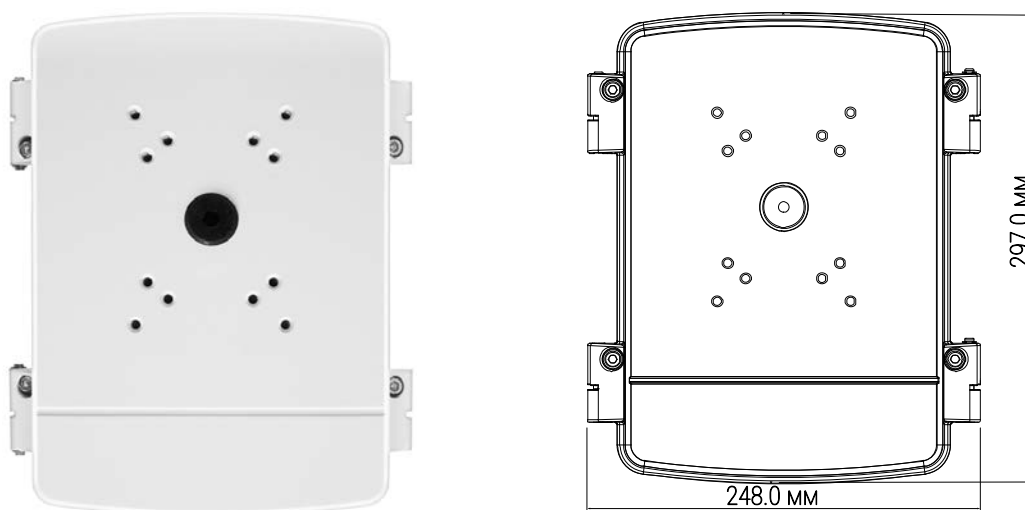
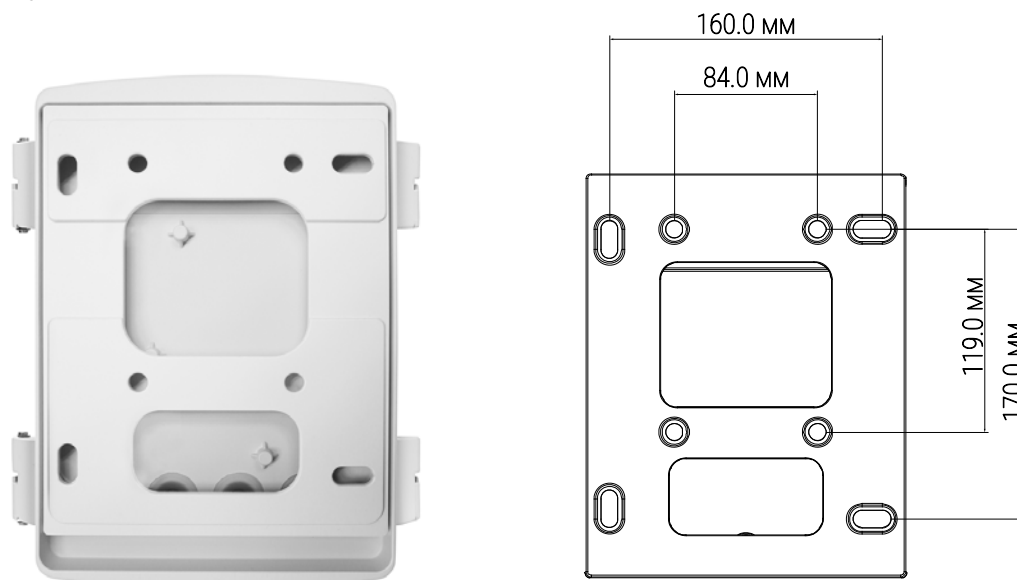

Рисунок 4.2 – Габаритные размеры. Монтажная коробка BR-203
Рисунок 4.3 – Габаритные размеры. Монтажное основание BR-203
1. Выберите место крепления монтажной коробки с учётом габаритных размеров изделия (Рисунок 4.2), монтажного основания изделия (Рисунок 4.3) и удобства работы с монтажным инструментом. Убедитесь, что монтажная поверхность способна выдерживать трехкратный вес камеры и монтажной коробки.
6. Используя монтажное основание изделия (Рисунок 4.3), отметьте точки крепления на установочной поверхности и просверлите 4 отверстия (диаметр 8 мм, глубина не менее 65 мм) в установочной поверхности. Закрепите монтажное основание изделия с помощью анкерных болтов (M8/10x56) из комплекта поставки на установочной поверхности.